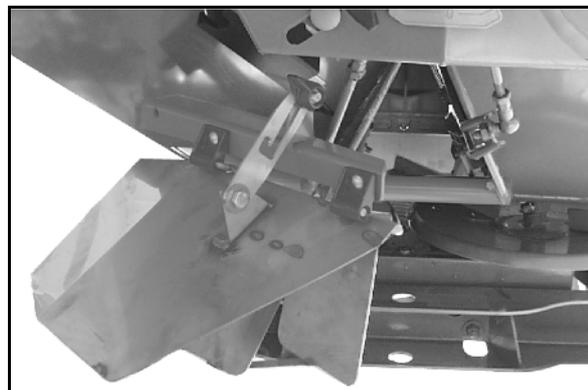

Fig. 88
1. Federstecker (Fig. 88/1) herausziehen.
2. Rührkopfaufsatz (Fig. 88//2) abnehmen.